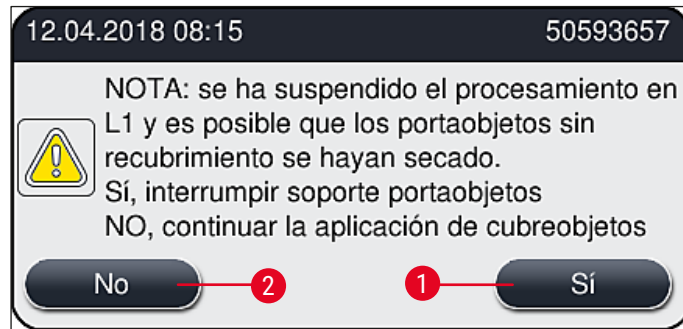

Fig. 113
9. El software del instrumento realiza una detección del nivel de llenado. El usuario recibe un mensaje de información cuando finaliza la comprobación (→ Fig. 113).